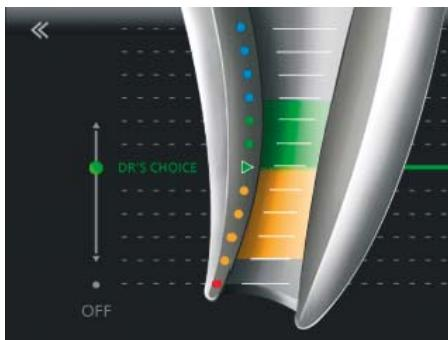

图 23 设置 DR'S CHOICE
- 将可变的根尖线调整至所需位置，例如最后一条绿线上（图 23）。